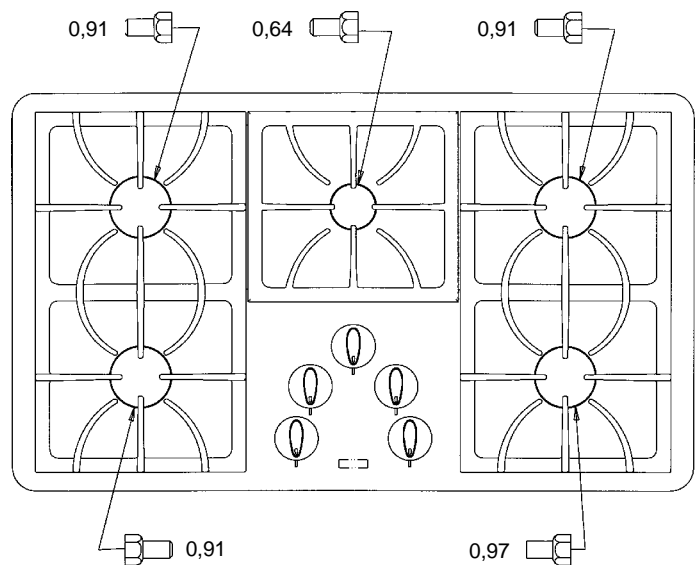

FIGURE 9
- Étape 4 :** Trouver le paquet de raccords à orifice GPL inclus avec la documentation. Les raccords ont un nombre estampillé en petits chiffres sur le côté. Ce nombre est un code du diamètre de l'orifice et de l'emplacement du brûleur qui lui convient. Les figures 9 et 10 montrent l'emplacement correct d'un raccord à orifice pour GPL.